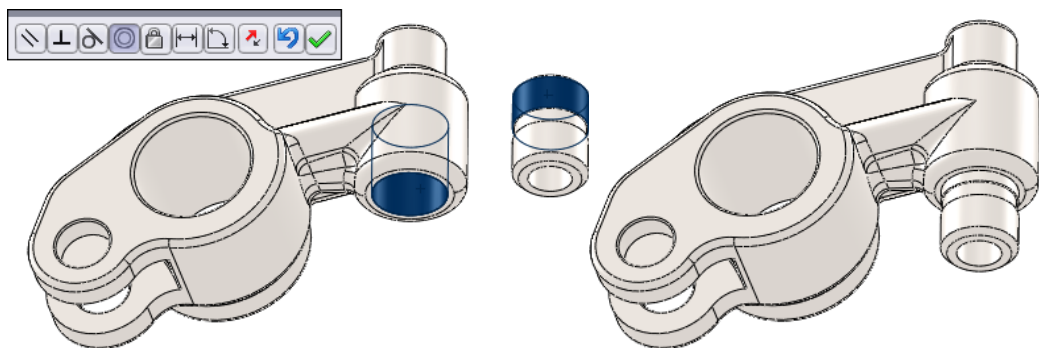

图 16-159 添加同轴心配合
- 05 选择如图 16-159 左图所示的圆柱面，单击  【同轴心】按钮，单击【配合】对话框中的  【确定】按钮，添加同轴心配合，如图 16-159 右图所示。